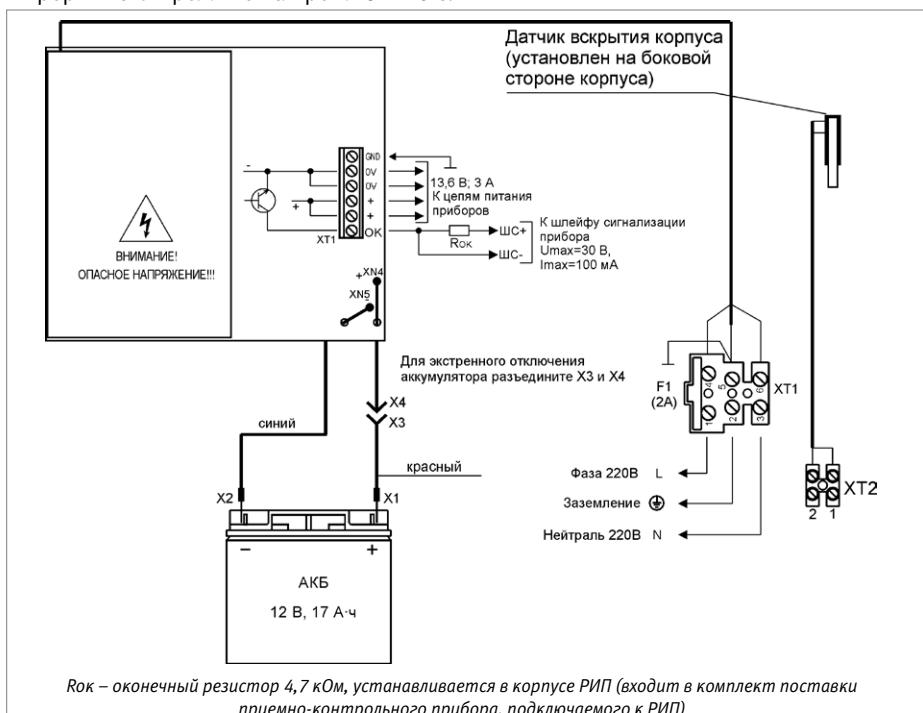

Рисунок 1.
1.6. Схемы подключения приведены на рис. 1...4.
1.15. Проверьте правильность произведённого монтажа в соответствии со схемой подключения (рис. 1...4).